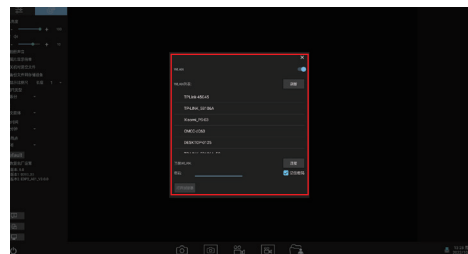

图3
- (4) 选择本地局域网账号 (如图3), 输入密码后点“连接”按钮。